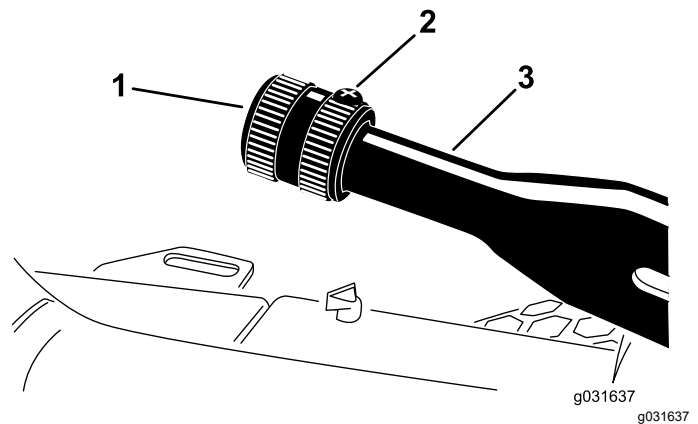

Bild 61
1. Lockern Sie die Stellschraube, mit der das Handrad am Feststellbremshebel befestigt ist (**Bild 61**).